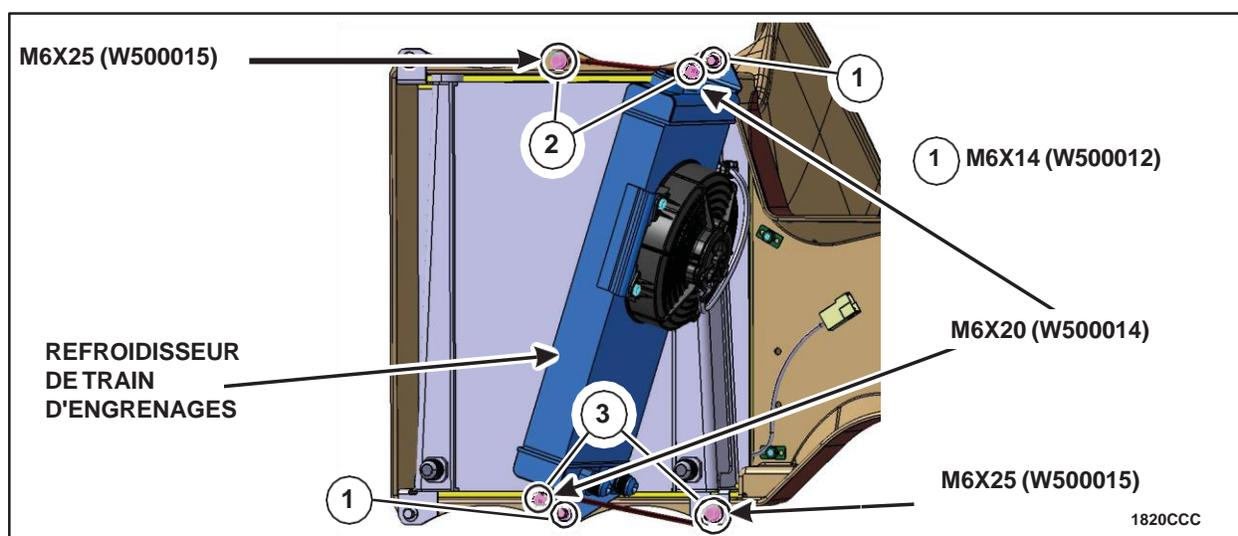

FIGURE 17a
19. Installer le refroidisseur de train d'engrenages et le ventilateur. (Figure 17a)